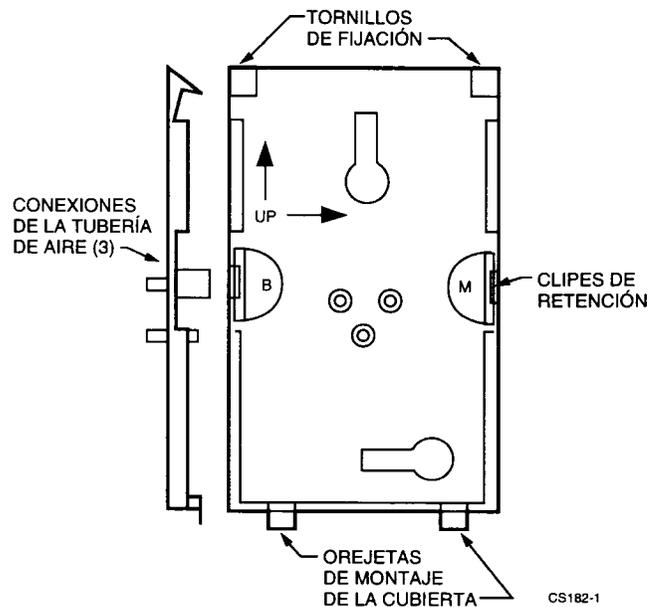
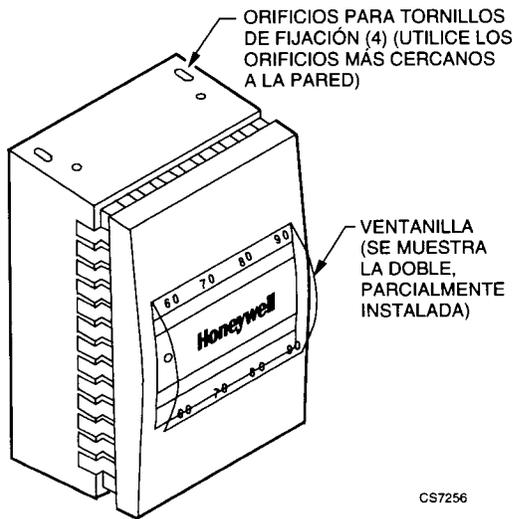

Fig. 5. Placa trasera.
Fig. 7. Ensamblaje de cubierta con marco de ventanilla y protuberancia.
- c. Para quitar la cubierta del termostato, guíe lentamente los tornillos hacia dentro (en el sentido de las manecillas del reloj) hasta que la cubierta se pueda quitar. Para quitar el termostato de la placa trasera, aparte los clips de retención (Fig. 5) y sepárelo.
- 6 Presione el termostato sobre la placa trasera hasta que quede completamente asentado y los clips (Fig. 5) de la placa trasera se hayan enganchado.
- 3 Desprenda el forro de desprendimiento de la parte posterior de la ventanilla (Fig. 7). Asegúrese de que la ventanilla esté correctamente orientada para ser instalada. Cuando se ve desde el frente de la cubierta, las aberturas del punto de designación y de Día/Auto están en la parte inferior de un termostato vertical o a la derecha, en un termostato horizontal. La cubierta tiene ranuras que deben coincidir con las orejetas de montaje de la placa trasera (Fig. 5).
- 3 Gire el tornillo de calibración (Fig. 5) hasta que el calibrador indique 0 psi (0 kPa).